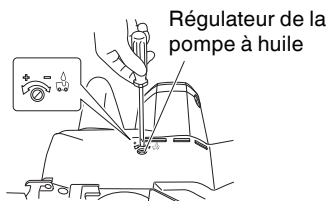

Fig. 16
- L'huile de chaîne assure une lubrification automatique. Le débit d'autolubrification est pré-réglé au maximum en usine. Pour réduire le débit, tournez le bouton d'ajustement de la pompe à huile situé à l'arrière du châssis dans le sens des aiguilles d'une montre. (Fig. 16)
- 8. Vérification du débit de l'huile de chaîne (Fig. 16, 17)